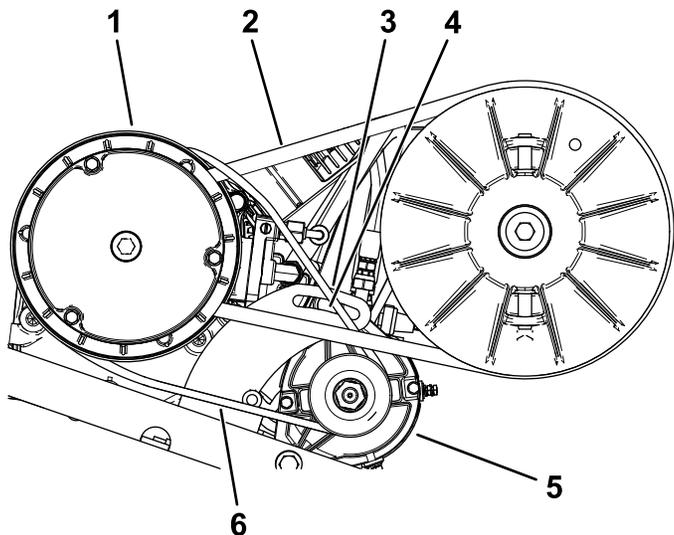

图 68
2. 拧松启动发电机的枢轴螺母图 68。
4. 向下压撬棍将启动器向下转入槽中直至当施加 44N 的力量时皮带张紧力仅允许 6mm 的皮带上压图 68。
5. 用手拧紧枢轴螺母并取下撬棍图 68。